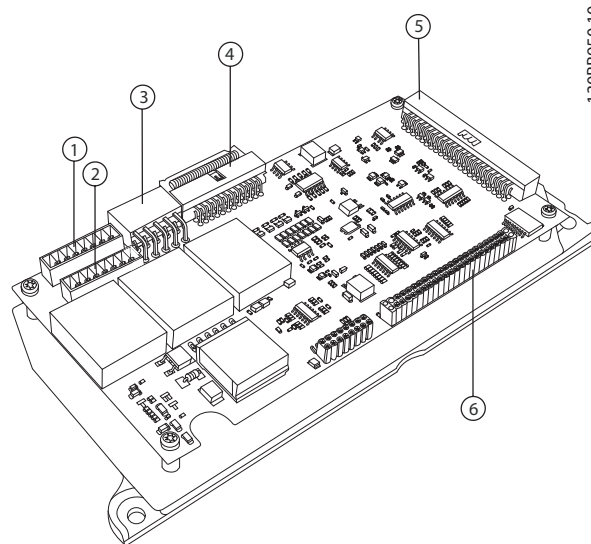

Bild 4.29 AFC-kort
För att det ska vara möjligt att återanvända befintliga strömtransformatorer tillåter VLT Active Filter att strömtransformatorer om 1 A eller 5 A används. Som standard är filtret konfigurerat för återkoppling från 5 A-strömtransformatorer. Om strömtransformatorerna är på 1 A leder du om CT-plintuttaget från öppning MK101, pos. 1, till MK108, pos. 2, på AFC-kortet (se Bild 4.29).